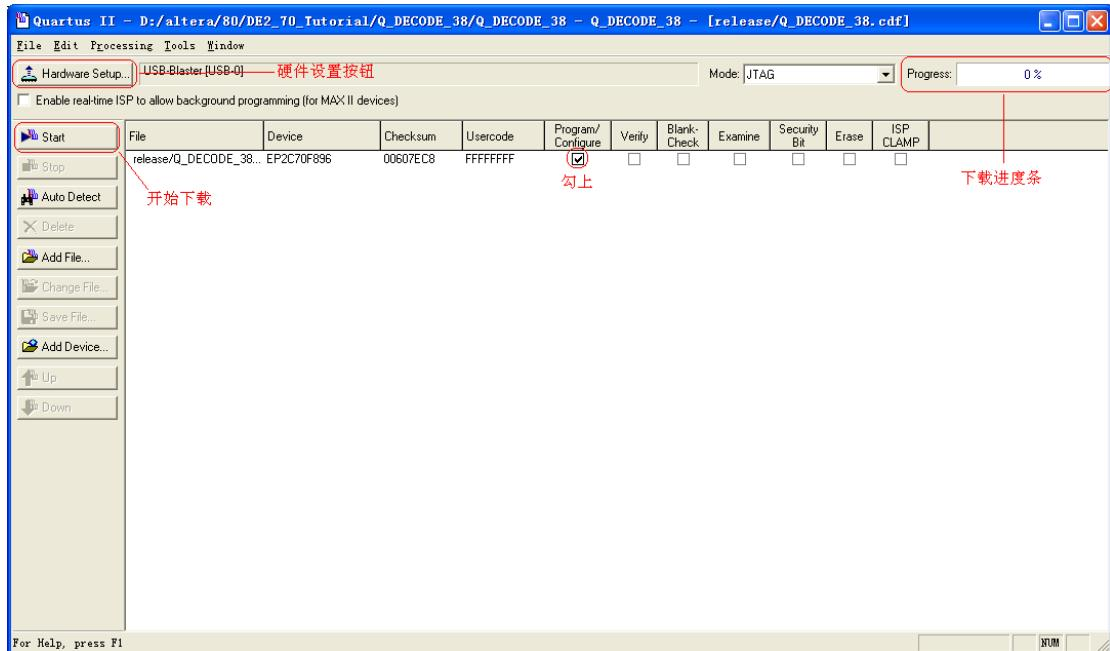

图 2-23 程序下载界面
18. 之后的输出画面如图 2-23 所示。
再在图 2-23 点击 Start 按钮，开始下载程序。